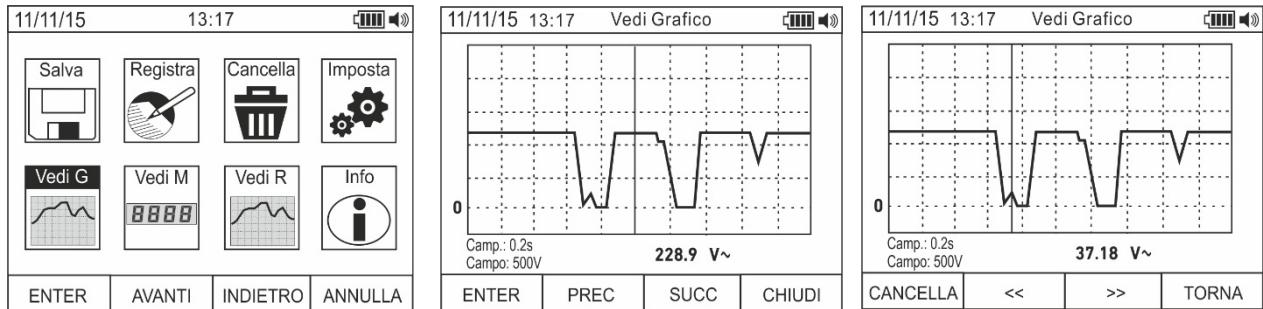

Abb. 18: Aufruf von Graphen im Display
27. Benutzen Sie die **F2** oder **F3** Tasten zur Auswahl des Symbols "Siehe G" und drücken Sie die **F1** Taste (siehe Fig. 18 – linker Teil).
28. Benutzen Sie die **F2 (Vorig)** oder **F3 (Nächst)** Tasten zur Auswahl der gewünschten Grafik, die im Speicher des Gerätes abgespeichert wurden und drücken Sie die **F1 (Enter)** Taste, um den Graph zu öffnen (siehe Fig. 18 – Mitte).
29. Benutzen Sie die **F2 (<<)** oder **F3 (>>)** Taste, um den Cursor im Graph zu bewegen, und betrachten Sie den entsprechenden Wert im Unterteil des Displays (siehe Fig. 18 – rechter Teil).